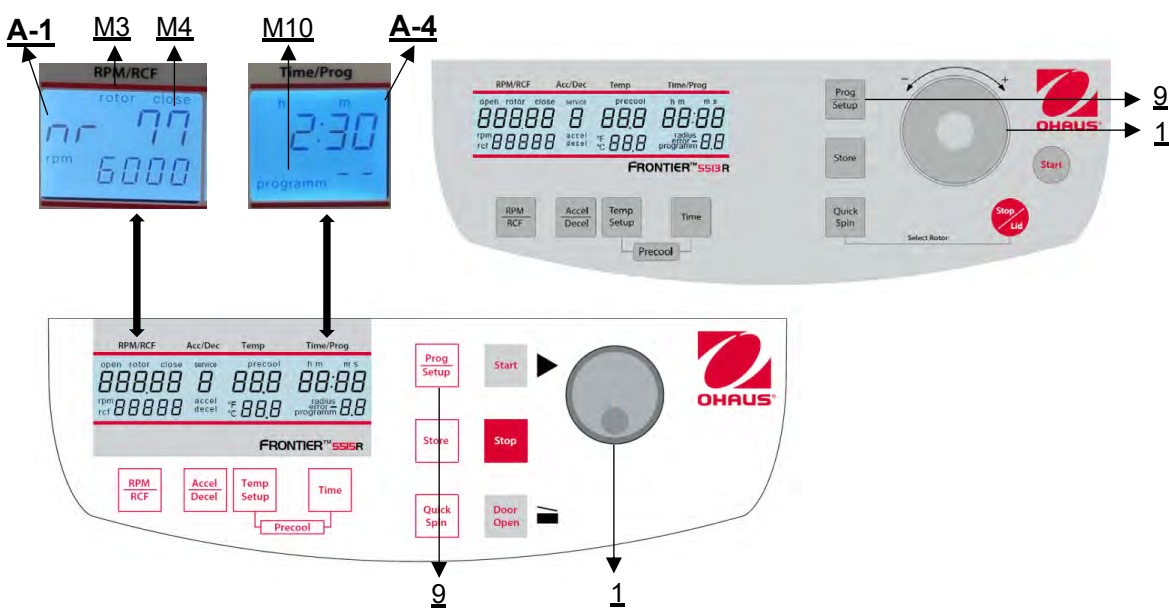

Figure 21
Pour rappeler les programmes mémorisés, appuyer sur la touche **"Prog/Setup"** (9) (voir figure 21) alors que le couvercle est déjà fermé. Dans l'affichage **"Time/Prog"** (A-4), **"program--"** (M10) apparaît. Le numéro de programme souhaité peut être présélectionné à l'aide de la molette (1).
Pour quitter le mode programme, il suffit d'appuyer sur la touche "**Prog/Setup**" (9) (voir Figure 21). Ensuite, à l'intérieur de l'écran
Vous pouvez démarrer la centrifugeuse soit avec la touche "**Start**" (8), soit avec la touche "**Quick Spin**" (6) (voir figure 21). La touche "**Start**" (8) permet de démarrer des cycles mémorisés ou des cycles dont les paramètres sont présélectionnés manuellement. La centrifugeuse s'arrête automatiquement à la fin de la durée de fonctionnement présélectionnée. La touche "**Quick Spin**" (6) permet de démarrer des cycles qui ne durent que quelques secondes.